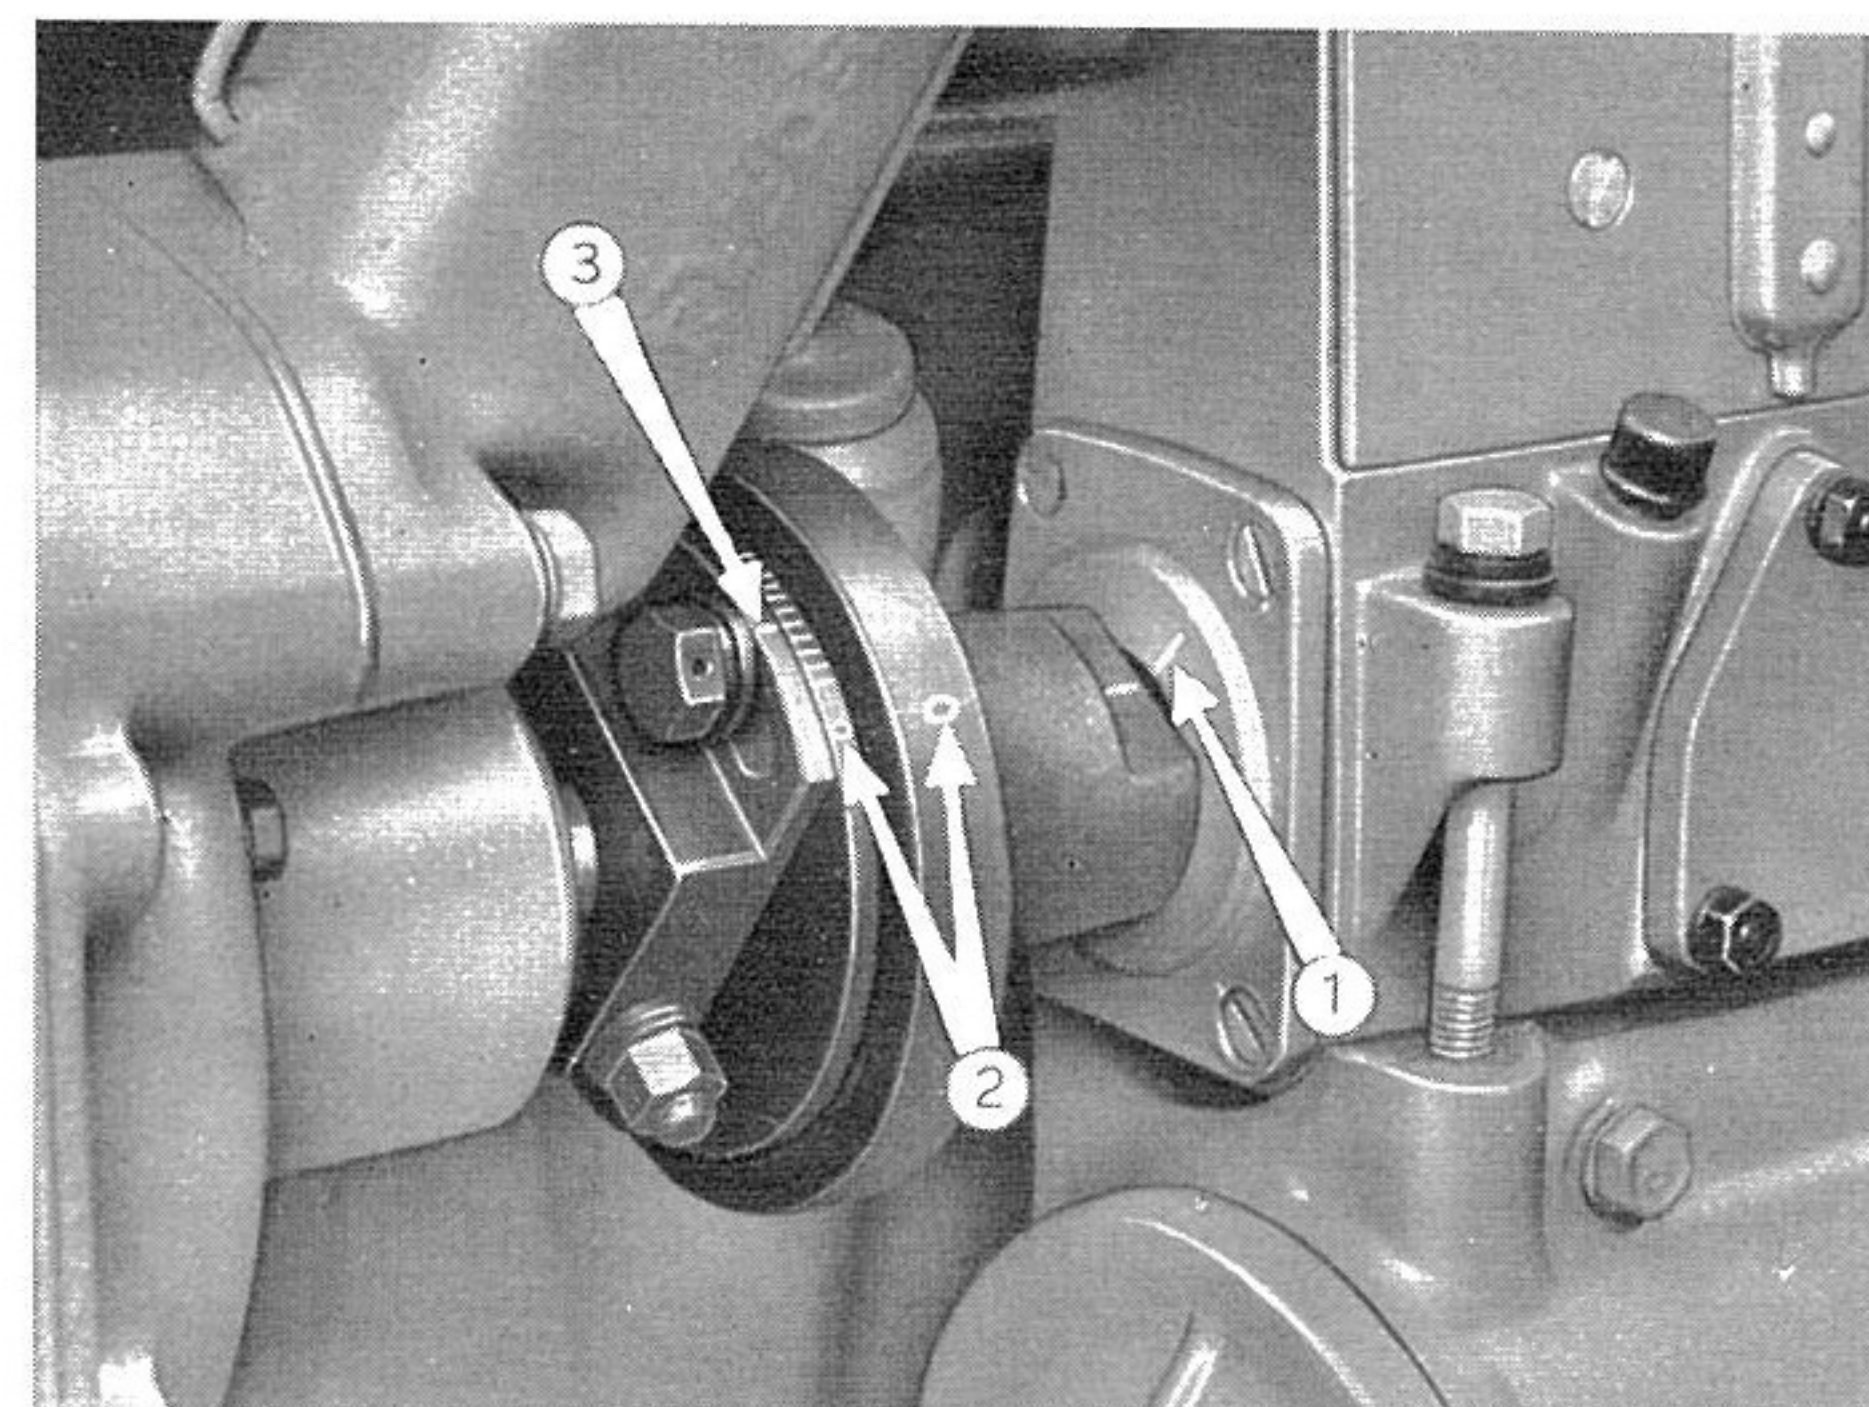

Fig. 40. - Repères sur la pompe d'injection et sur son joint de commande, pour caler la pompe sur le moteur.
- Lorsque la pompe n'est pas encore montée sur son support, faire tourner l'arbre de la pompe même jusqu'à ce que les repères gravés sur la carcasse de la pompe et du moyeu du joint (1, fig. 40), coïncident exactement. Ces repères indiquent la position de début de refoulement du piston n. 1 de la pompe.
- Si le repère ne correspond pas exactement avec l'index, desserrer alors les deux vis fixant le manchon de commande de la pompe (fig. 40), déplacer un petit peu le vilebrequin de façon à faire coïncider les repères, tout en tenant arrêté le joint du côté de la pompe; bloquer ensuite à nouveau les vis du manchon et répéter le contrôle du trop-plein pour s'assurer de la bonne exécution de l'opération.